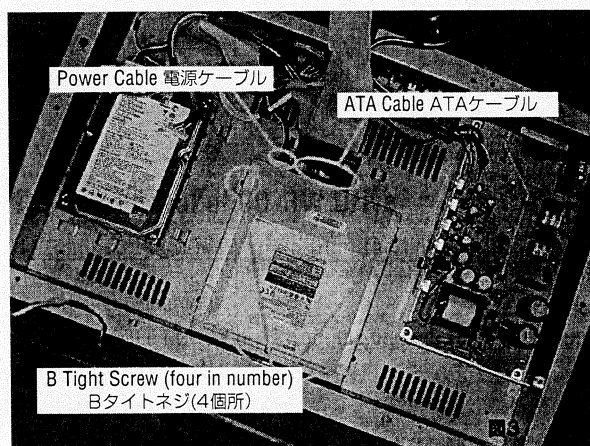

Figure 3 / 図3
- [1] Remove the CD-RW drive from the bottom chassis and unplug the power cable and the ATA cable. (Screw locations shown in Figure 3)
- [1] CD-RWユニットをボトムシャーシから取外し、①電源用ケーブル、②ATAケーブルを抜いて下さい。(ネジ位置：図3参照)
- [2] Fasten the CD-RW drive to the chassis, and plug the power cable and the ATA cable. (Screw locations shown in Figure 3)
- [2] CD-RW UNITをCHASSISに固定し、①電源用ケーブル、②ATAケーブルを差し込んで下さい。(ネジ位置：図3参照)